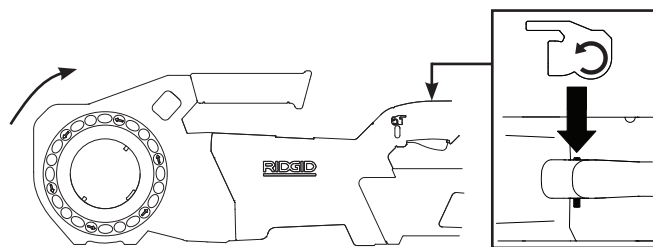

Figure 5A – Inverseur en position « Marche Avant » (sens horaire)
- Mettez l'inverseur en position « Marche Avant », puis appuyez momentanément sur la gâchette. Vérifiez que le système d'entraînement tourne bien dans le sens indiqué à la Figure 5A et qu'il s'arrête dès que vous lâchez la gâchette.